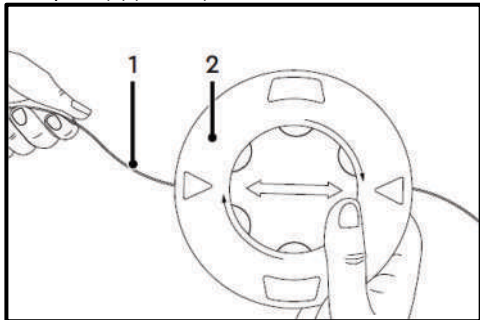

Рис. 22
- Тягніть за коротший кінець косильної ліски (1) до тих пір, поки точка середини (місце згину) довжини косильної ліски не опиниться всередині котушки (2) (Рис. 22).